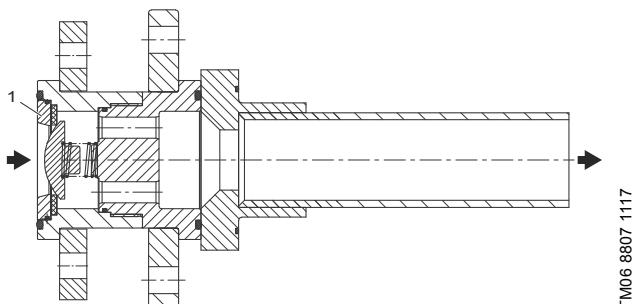

Рис. 16 Обратный клапан для инжекционных клапанов до 4000 л/ч
- Извлеките седло клапана (1). См. рис. 16.